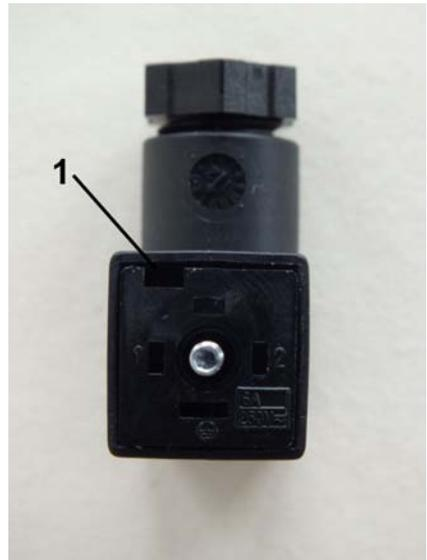

Abb. 21: Innenteil lösen
3. Innenteil aus der Steckdose entnehmen. Hierzu einen Schlitzschraubendreher in den Schlitz (Abb. 21/1) führen und Innenteil vorsichtig heraushebeln
7. ➤ Innenteil (Abb. 21/1) wieder in die Steckerdose führen und drücken, bis es einrastet